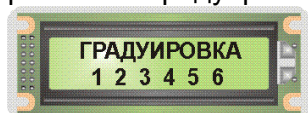

Рис. 1.1.5. Вид общего меню режима «Градуировка» на ЖКИ БУК
1.1.5. Нажать кнопку «1», затем «Ввод». В соответствии с таблицей кодов символов, приведенной в «Влагомер поточный «Микрорадар-114». Блок управления и контроля. Руководство по эксплуатации» (РЭ114.002-03), ввести название контролируемого материала, нажать кнопку «Ввод», прибор перейдет в общее меню режима «Градуировка» (см. рис. 1.1.5);
- ввести с клавиатуры количество циклов измерения $N = 1$. Подтвердить введённое значение нажатием кнопки “ВВОД”, после чего влагомер возвращается в основное меню режима “Градуировка” (рис. 1.1.5);
- нажать кнопку «ГРАД.», ввести пароль «16729», на ЖКИ БУК после ввода пароля открывается общее меню режима «Градуировка» (см. рис. 1.1.5);
- аналогичным образом ввести остальные коэффициенты, после ввода численного значения последнего коэффициента и подтверждения его кнопкой «Ввод» влагомер переходит в общее меню режима «Градуировка» (вид ЖКИ приведен на рис. 1.1.5).
- при помощи цифровых кнопок клавиатуры ввести первое слагаемое «+00.000», нажать «Ввод», второе слагаемое «+01.000*W», нажать «Ввод», влагомер перейдет в общее меню режима «Градуировка» (вид ЖКИ приведен на рис. 1.1.5);